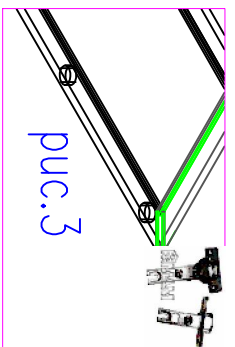

рис.3
3. На посадочные места дет.9 установить петли Ф №7 (рис.3)